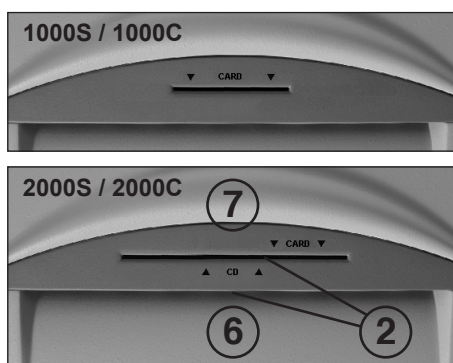

Fig. 2
#### 2 = Fotocellula (Fig. 2)
- Immettere carta nella taglierina attraverso la bocca apposita (6) (Fig. 2).
- I supporti dati (CD, DVD o carte di credito) devono essere immessi nella taglierina attraverso l'apposita bocca di CD/DVD(CARD) disposta separatamente (7) (Fig. 2).